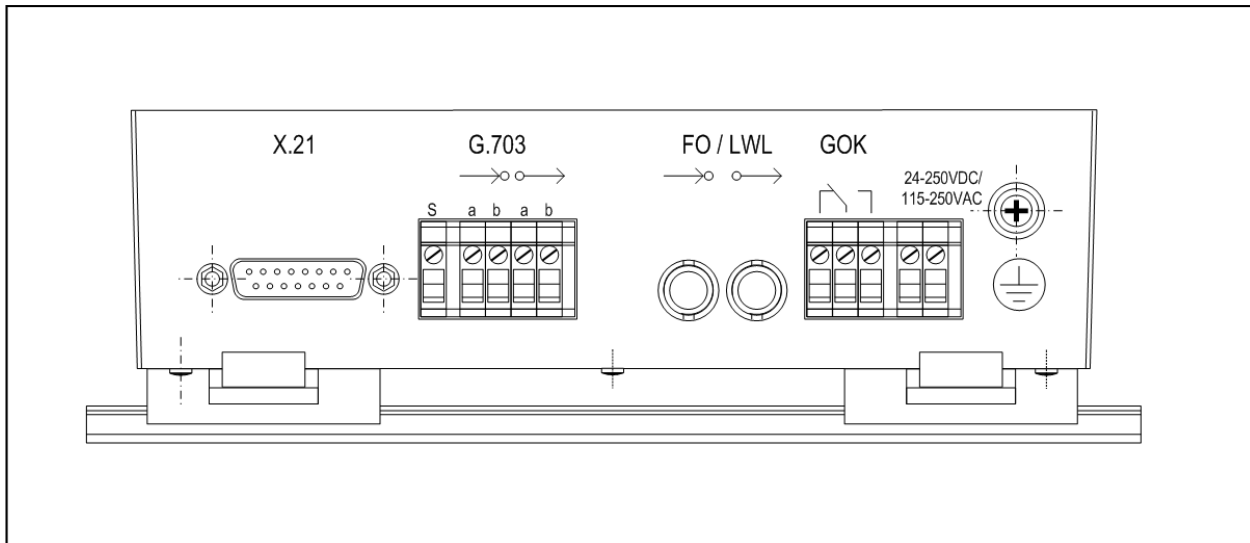

Figure 14 Interfaces et connecteurs
Sur l'appareil (figure 14), on trouve les interfaces et connecteurs suivants :
- Introduisez le câble avec connecteur femelle dans le connecteur SUB-D X.21 du convertisseur. La figure 14 montre la position du connecteur d'interface. La figure 17 montre l'affectation des broches du connecteur ETTD du convertisseur.